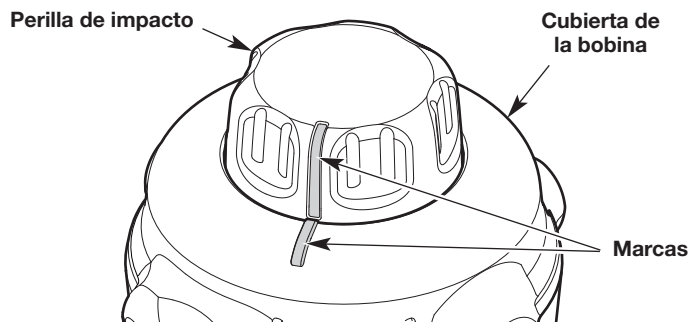

Fig. 18
3. Gire la perilla de impacto para alinear la marca de la perilla de impacto con la marca de la cubierta de la bobina (Fig. 18).